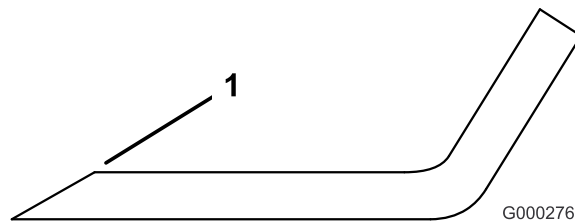

図 80
1. ブレードは、左右の刃先をやすりで磨く(図 80)。刃先の角度を変えないように注意すること。左右を同じだけ削るようにすればバランスが狂わない。